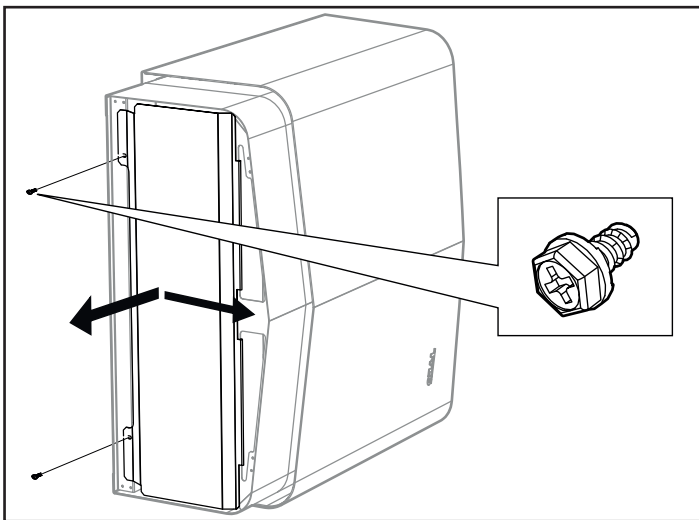

Рисунок 9: Открытие/закрытие крышки
1. Открутите винты и откройте крышку (см. Рисунок 9).
4. Закройте крышку и закрутите винты (см. Рисунок 9).